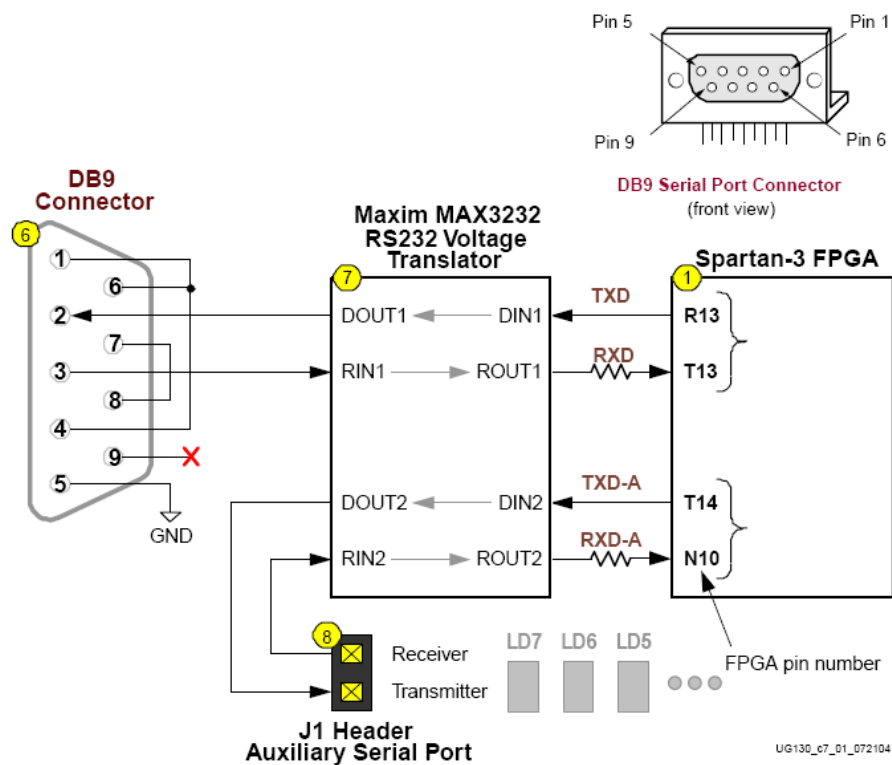

Figura 2. Conexión entre el puerto RS232 y la FGA
- La transmisión se realizará por el pin R13 de la FPGA: La conexión del puerto serie con la FPGA se representa en la Figura 2. Se puede observar que el pin de transmisión del conector DB9 (pin 2) está conectado a pin R13 de la FPGA a través del circuito integrado MAX3232. Dicho circuito integrado realizará la translación entre los 0-1.2V de tensión a la salida de la FPGA a los  $\pm 15V$  requeridos por el estándar RS232.